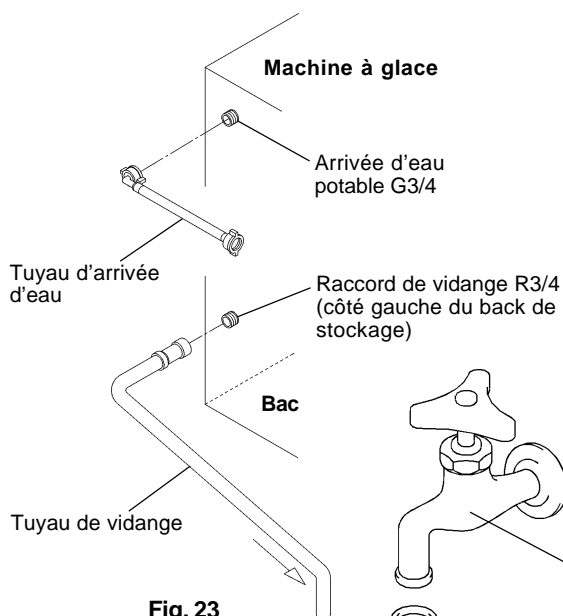

Fig. 23
- 1) Raccordez l'extrémité coudée du tuyau flexible blanc d'arrivée d'eau (accessoire) au raccord G3/4 à gauche de la machine en vous assurant que la rondelle d'étanchéité en caoutchouc est bien placée. Serrez bien à la main pour assurer un joint étanche (Fig. 23).